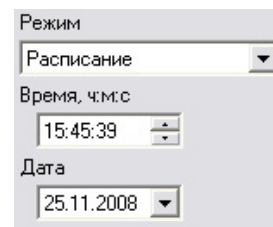

Рис. 4.18 Параметры режима работы по расписанию
- *Режим работы по расписанию* - аналогичен ручному режиму (Рис. 4.18) с той лишь разницей, что после нажатия на кнопку "Старт", программа переходит в режим отслеживания системного времени и даты и производит считывание линии, как только системное время достигает установленного.